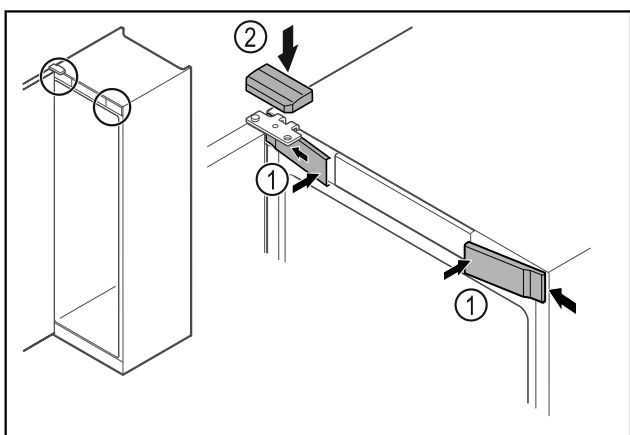

Fig. 51 *
- Voorste afdekkingen Fig. 51 (1) zijdelings bevestigen en vastklikken.*
- Bovenste afdekking Fig. 51 (2) van boven vastklikken.*